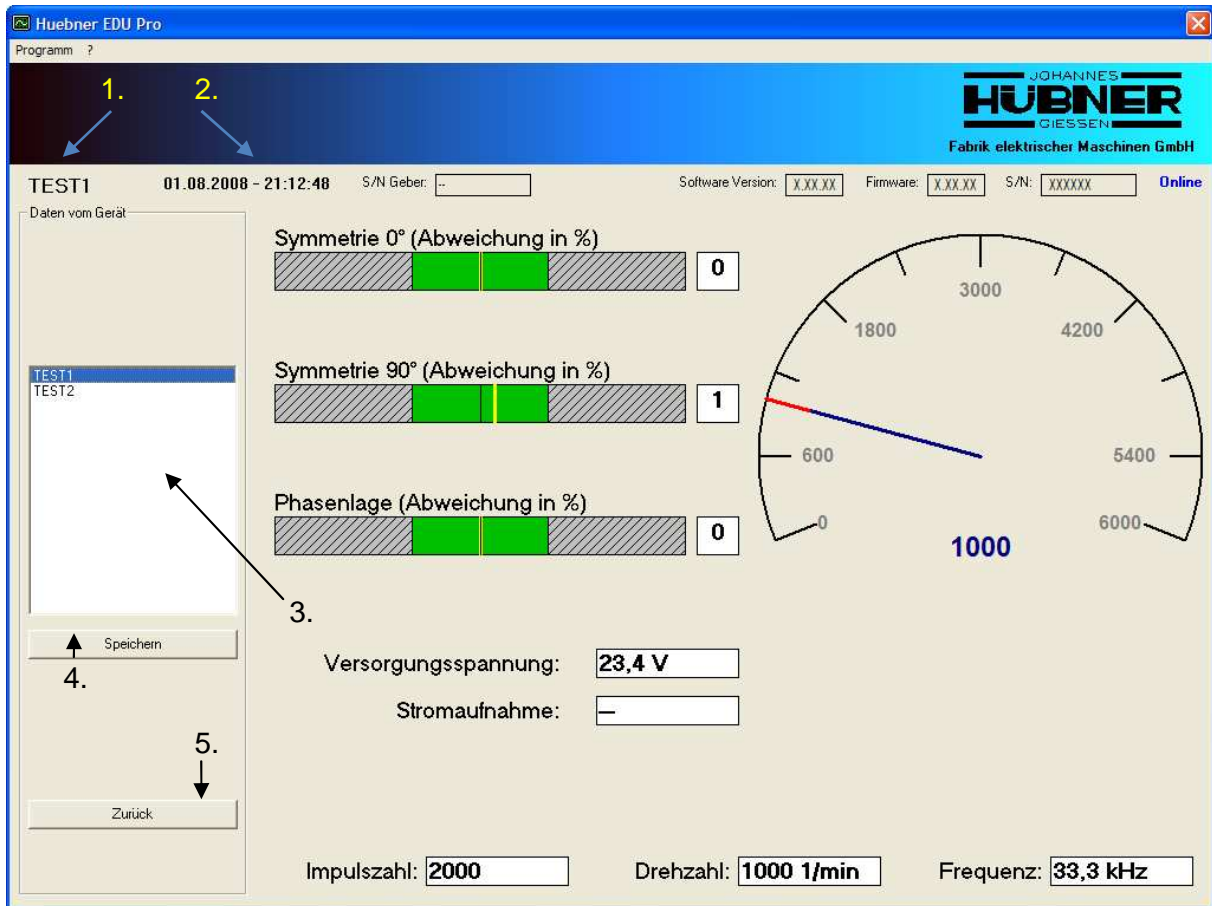

Abb. 16: Daten vom Gerät
5. – Knopf „Daten vom Gerät“. Weiter Abb. 16.